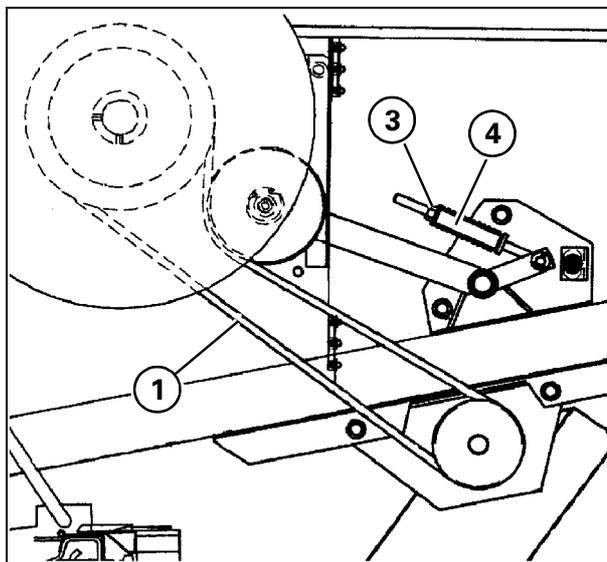
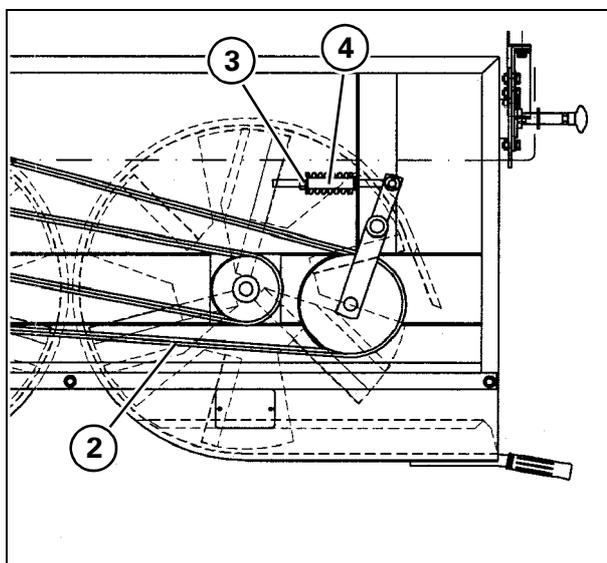

Рис. 10
Рис. 11
7. Ременной привод разбрасывателя соломенной сечки (если установлен) - Рис. 10 и Рис. 11